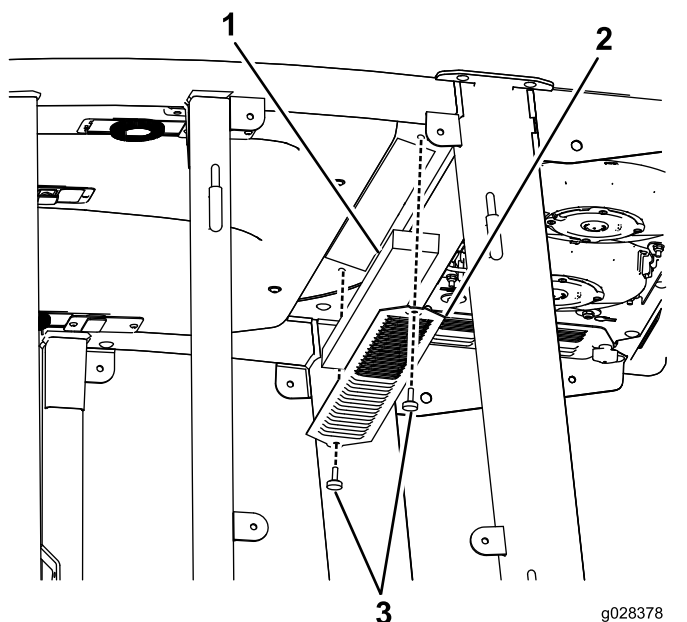
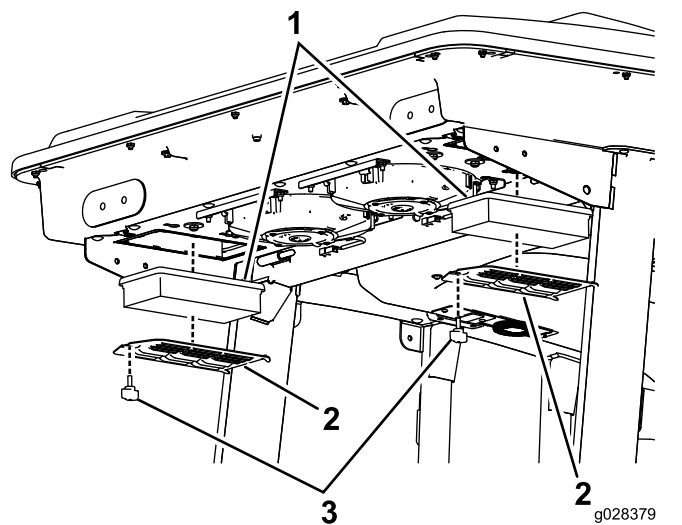
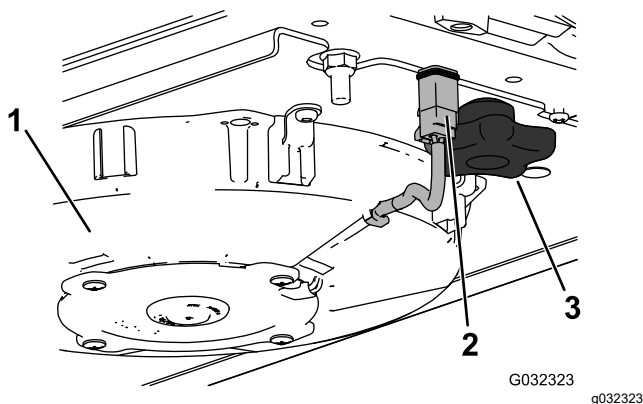
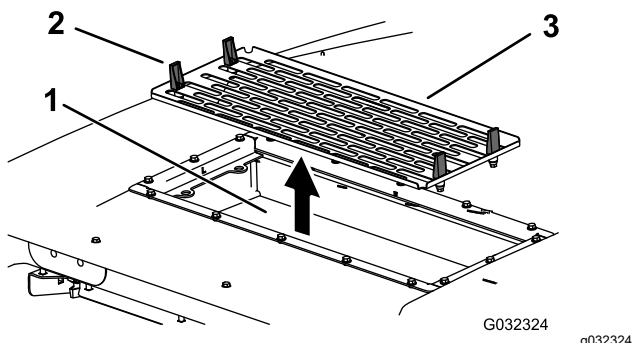

Figure 147
Figure 148
Figure 150
Figure 151
1. Retirez les vis et les grilles des filtres à air intérieur et arrière de la cabine (Figure 147 et Figure 148).
4. Déposez les filtres à air (voir Figure 148).
6. Reposez les filtres à air, la grille et le ventilateur (Figure 148, Figure 150 et Figure 151).
7. Rebranchez le câble de chaque ventilateur (Figure 150).